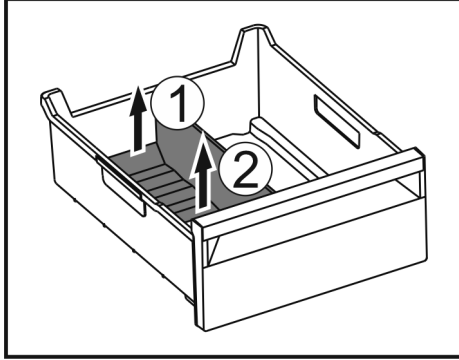

Fig. 158
- Buz bölmesi ayırıcının arka kısmını yukarı kaldırın. Fig. 158 (1)
- Buz bölmesi ayırıcıyı yukarı doğru çıkartın. Fig. 158 (2)